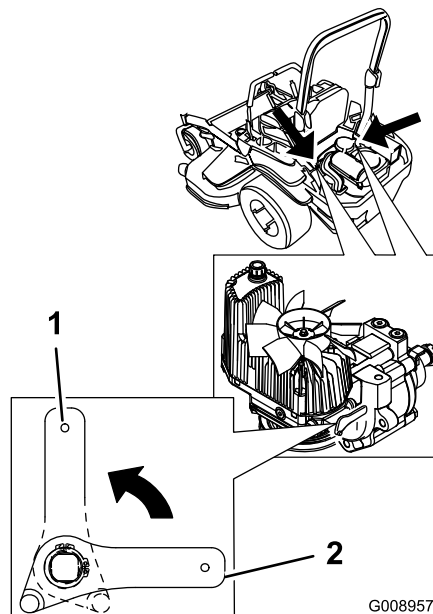

Figure 36
2. Tournez les leviers des vannes de déblocage en position verticale pour pousser la machine (Figure 36).
4. Tournez les leviers des vannes de déblocage en position horizontale pour utiliser la machine (Figure 36).